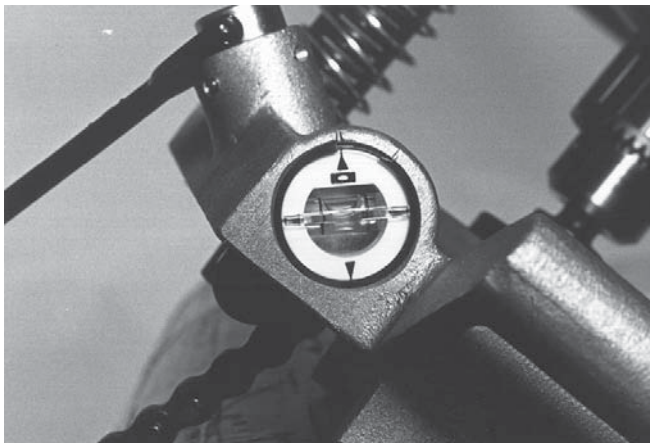

Abbildung 6 – HC-450 Wasserwaage der Lochsäge
4. In der Basis der HC-450 Lochsäge befindet sich eine Wasserwaage, die zum Fluchten mehrerer Löcher verwendet werden kann. Wenn das Lochsägengerät im gewünschten Winkel platziert ist, kann die Wasserwaage in die waagerechte Position gedreht werden und weitere Löcher können im selben Winkel geschnitten werden, indem man das Gerät mit der Wasserwaage nivelliert. (Siehe *Abbildung 6.*)